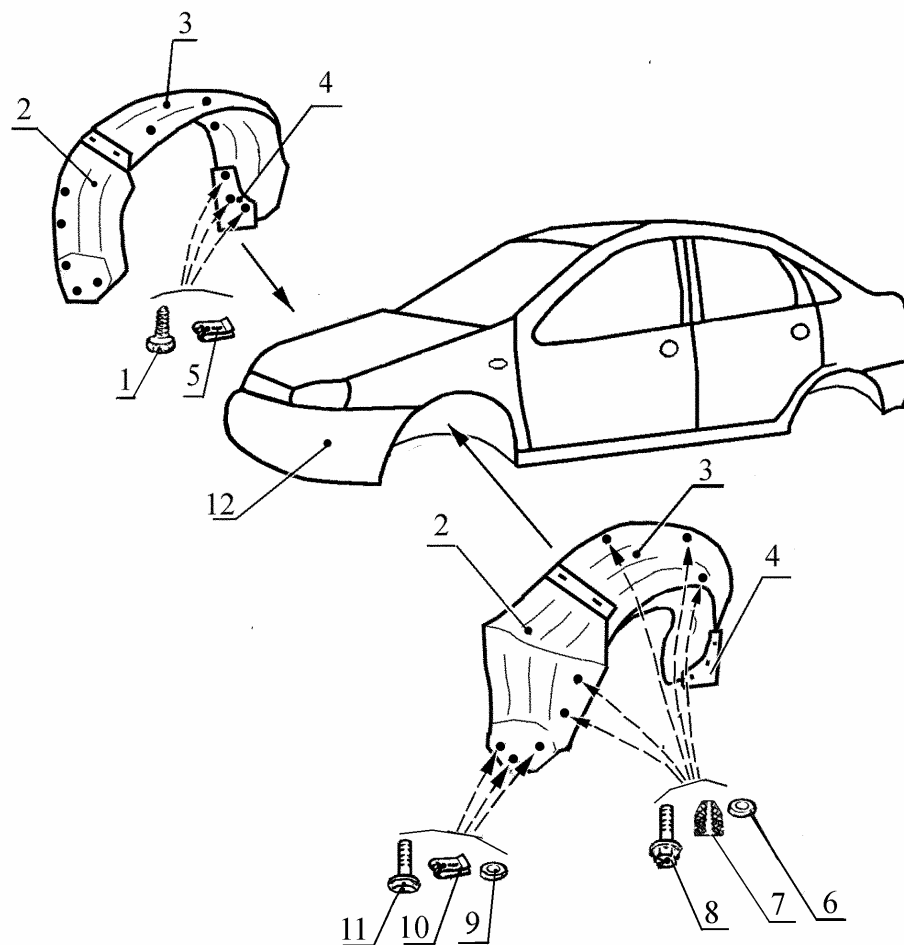
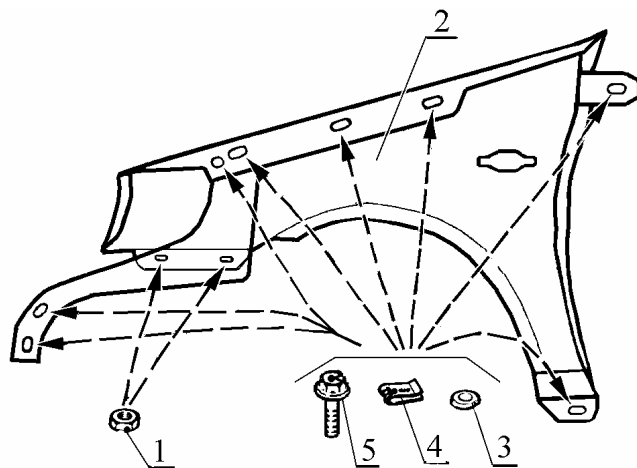

Рис.12. Щиток, защитный кожух и фартук переднего крыла:
Рис.13. Крыло переднее:
7.1.6 Отвернуть три винта 1, рис.12, крепления фартука к кузову, снять фартук 4 (отвертка крестообразная).
7.1.12 Отвернуть две гайки 1, рис.13, крепления бокового кронштейна бампера, снять кронштейн (ключ гаечный 10).
7.2.4 Установить на кузов три пружинные гайки 10, рис.12, три фланцевые гайки 5 и восемь фланцевых гаек 4, рис.13, установить изолирующие прокладки из материала 51Г-36 или нанести на сопрягаемую поверхность кузова и крыла битумную противозумную мастику типа БПМ-2 слоем толщиной 2...3 мм, шириной 20 мм и выдержать в течение 15...20 минут для подсыхания мастики. Размеры изолирующих прокладок аналогичны размерам снятых прокладок. Норма расхода мастики - 150 грамм (кисть типа КФК-6, линейка металлическая 300 мм, нож технологический).
7.2.5 Установить переднее крыло 2, рис.13, на брызговик кузова.